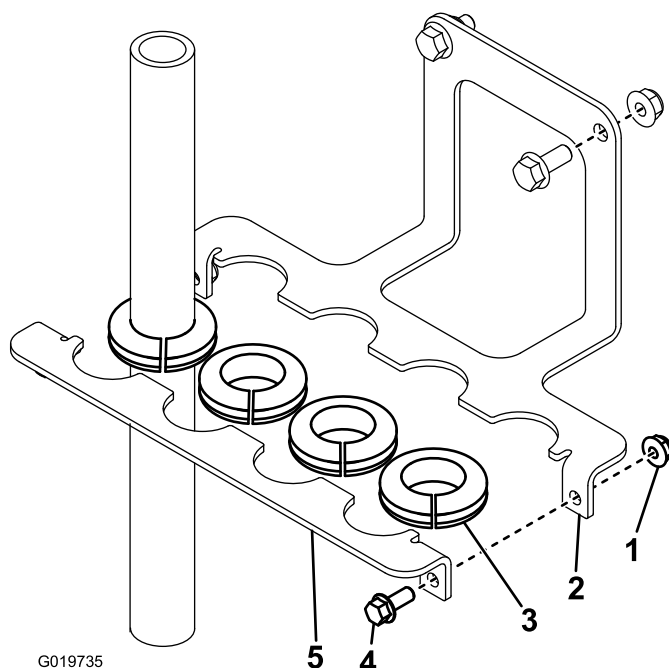

Figura 1
1. Montate la parte posteriore della staffa di stabilizzazione sul retro della staffa di montaggio della valvola utilizzando i due bulloni e i due dadi preesistenti (Figura 1).
2. Aprite gli anelli passacavi in gomma e avvolgeteli intorno ai flessibili attaccati all'unità (Figura 1).
3. Allineate gli anelli passacavi in gomma con le scanalature sulle staffe di stabilizzazione e attaccate la parte anteriore della staffa di stabilizzazione al retro della staffa utilizzando 2 bulloni a testa flangiata e 2 dadi flangiati (Figura 1).